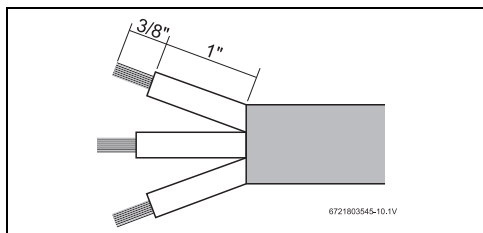

Fig. 5
- ▶ Ne pas installer dans les zones de protection 1 et 2 (→ Fig. 5).
- Dénuder l'isolation des câbles électriques sur environ 1 3/8" (35mm). L'isolation des câbles de masse doit être dénudée sur environ 3/4" (9.5mm) (→ Fig. 5).